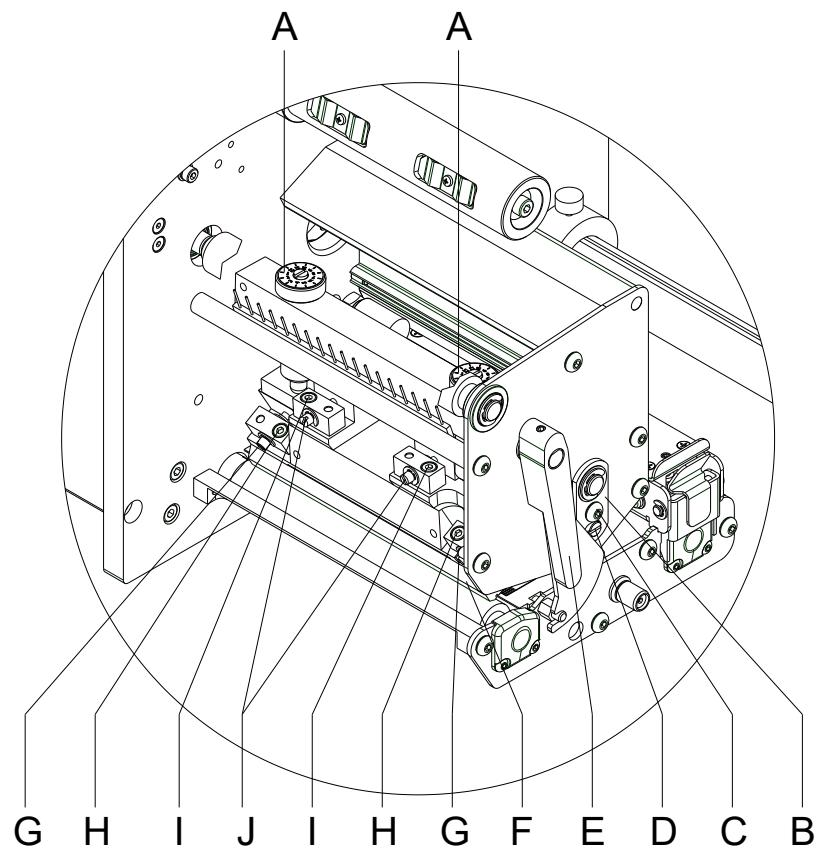

Abbildung 34
1. Andruckschrauben (A, Abbildung 34) drehen, um den Druckkopfandruck zu verändern.
2. Drehen der Andruckschrauben (A, Abbildung 34) bis an den Anschlag im Uhrzeigersinn ergibt eine Andruckerhöhung von 10N gegenüber der Werkseinstellung.
3. Drehen der Andruckschrauben (A, Abbildung 34) genau eine Umdrehung vom Rechtsanschlag gegen den Uhrzeigersinn, ergibt die Werkseinstellung.